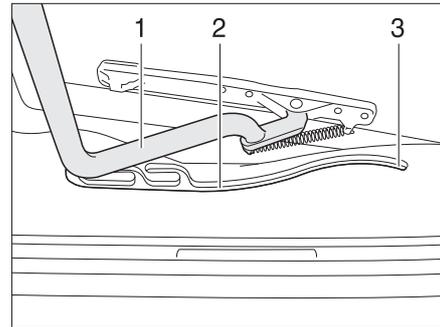

Bild 70 Heki-Dachhaube, Führung
- Den Bügel (Bild 70,1) in den Führungen (Bild 70,2) bis in die hinterste Position (Bild 70,3) ziehen.
- Den Bügel (Bild 70,1) mit beiden Händen leicht nach oben drücken.
- Den Bügel in den Führungen (Bild 70,2) bis zur gewünschten Stellung ziehen.